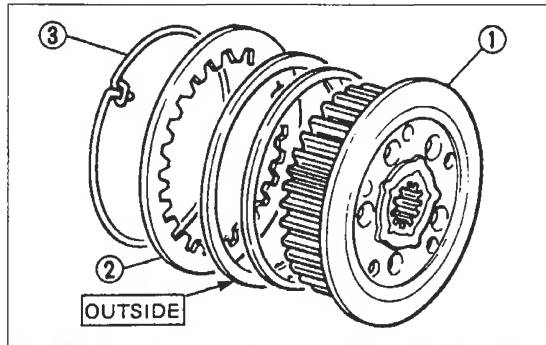

Bild 104
- Federsitz, Feder und Drahtsicherung wie Bild 104 gezeigt anbringen.